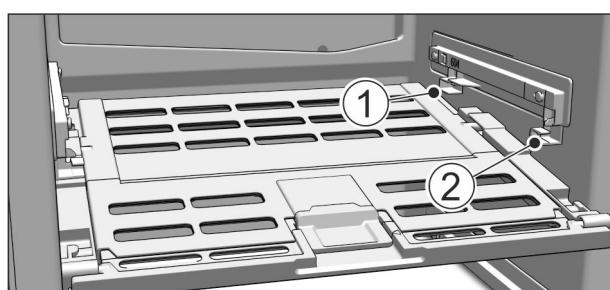

Fig. 50
- ▶ Deckel Fruit & Vegetable-Safe einsetzen: Deckelstege von unten in die hintere Halterung Fig. 50 (1) einführen und vorne in die Halterung Fig. 50 (2) einrasten.